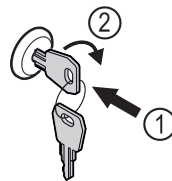

Fig. 57
- ▶ Пъхнете ключа Fig. 57 (1).
- ▶ Завъртете го на 90° по посока на часовниковата стрелка Fig. 57 (2).